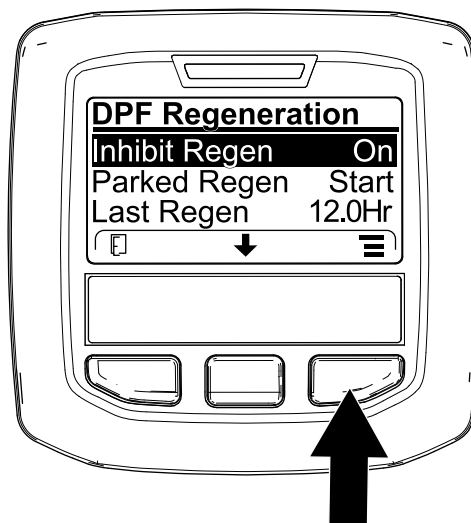
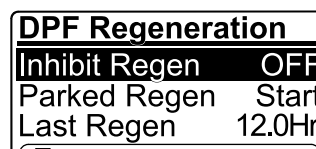

図 48
図 49
1. DPF Regeneration メニューで、中央ボタンを押して再生禁止 INHIBIT REGEN オプションに移動し、右ボタンで中に入る 図 48。
2. 右ボタンを使って、設定をを、ON から OFF 図 48または OFF から ON に変える 図 49。